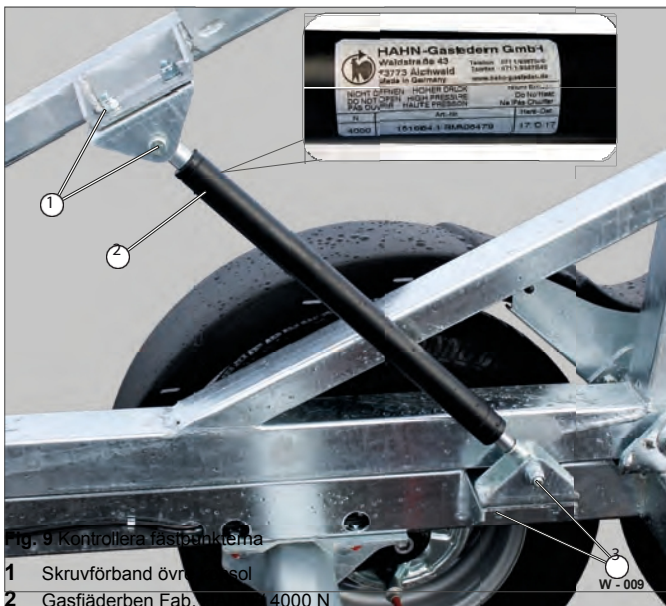

Fig. 9 Kontrollera fästpunkterna
- Kontrollera att skruvanslutningarna på den övre konsolen (Fig. 9/1) är åtdragna.
- Kontrollera att skruvanslutningarna på den nedre konsolen (Fig. 9/2) är åtdragna.